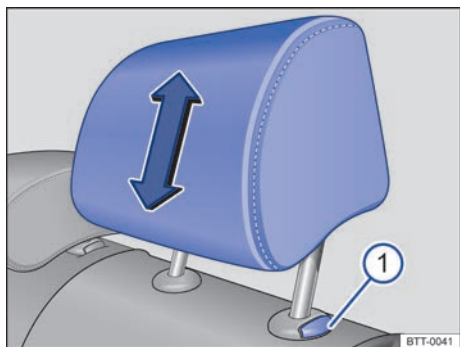

Fig. 111 Desmontaje de los apoyacabezas traseros.
- Extraiga el apoyacabezas completamente a la vez que presiona la tecla → fig. 111 .